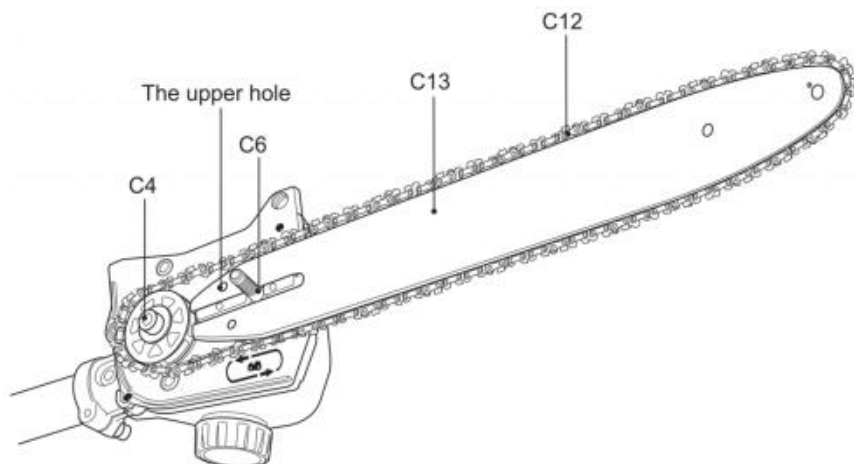

Fig. 10
6) Wyrównaj zespół łańcucha piły (C12) i prowadnicy (C13) z kołem zębatym (C4) i śrubą mocującą (C6). Załóż łańcuch piły (C12) na koło zębate (C4), a następnie opuść prowadnicę (C13), aby zamocować ją do śruby mocującej (C6). Upewnij się, że sworzeń napinający jest włożony w górny otwór prowadnicy (C13). (Rys. 10)